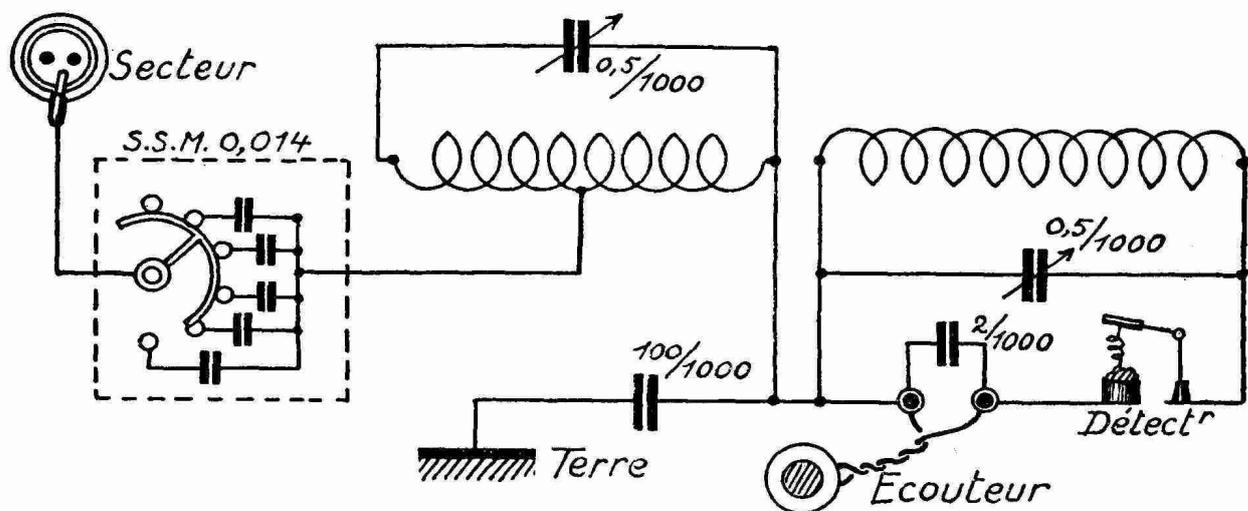
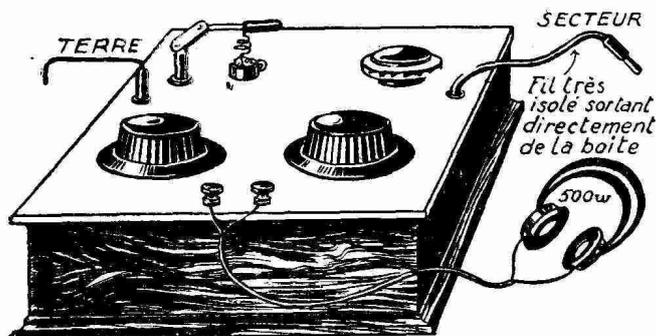

FIG. 28.
FIG. 29.
la façon de construire le bobinage, figure 28 ter le plan de câblage du récepteur, et figure 29 l'aspect extérieur de notre appareil complètement terminé. Si l'on veut adopter ce système ultra-sélectif sur une antenne exté-
On trouvera figure 28 le schéma de principe de ce récepteur, figure 28 bis
FIG. 28 bis. (1)
FIG. 28 ter.